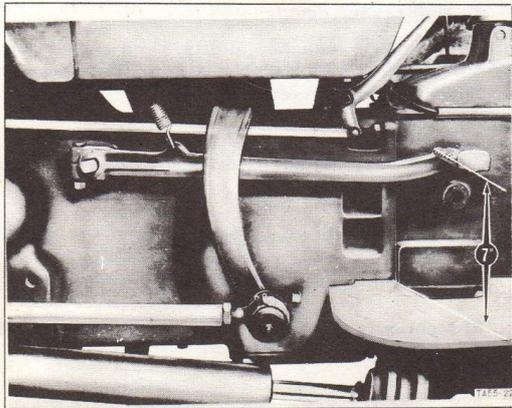
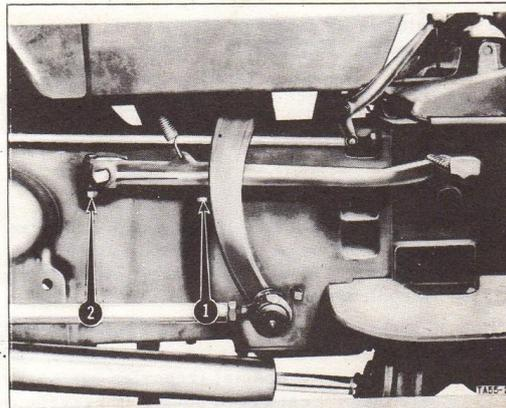

Fig. 8. - Réglage de la hauteur de la pédale (7") : Distance entre pédale et plancher 177,8 mm
Fig. 9. - Points de réglage de la pédale d'embrayage.
a) Avec les vis d'étrier (2, Fig. 9) desserrées, réglez la vis de réglage (1, Fig. 9) jusqu'à ce que la pédale soit à 177,8 mm (7") au-dessus du plancher (reportez-vous à la Fig. 8).
c) Avec la pédale d'embrayage dans sa plus haute position, (177,8 mm, soit 7" du plancher), serrez les vis d'étrier (1, Fig. 9) solidement.